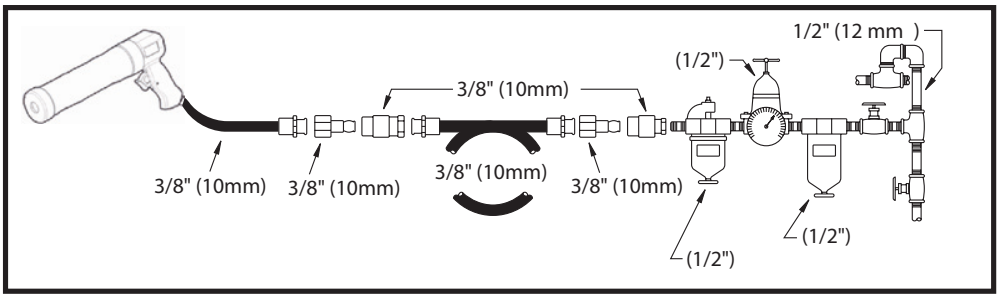

Fig. 01
- Connect device as shown in Fig. 01.
- To start the machine, pull the trigger (A). Machine speed is increase by increasing pressure on the trigger. Release the trigger to stop.
- Das Gerät wird in Abb. 01 gezeigt anschließend.
- Um die Maschine zu starten, muss der Auslöser (A) gezogen werden. Der Druck auf den Abzug bestimmt die Geschwindigkeit des Motors. Um die Maschine zu stoppen, den Auslöser wieder freigeben.